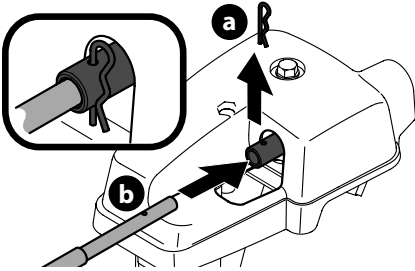

Figure 23
- Retirez la goupille fendue (a) à l'arrière de la tête de commande de la goulotte. Voir (Figure 23).
- Insérez l'arbre flexible (b) dans la partie arrière de la tête de commande de la goulotte et retenez-le avec la goupille fendue (a) retirée à l'étape 4. Voir (Figure 23).